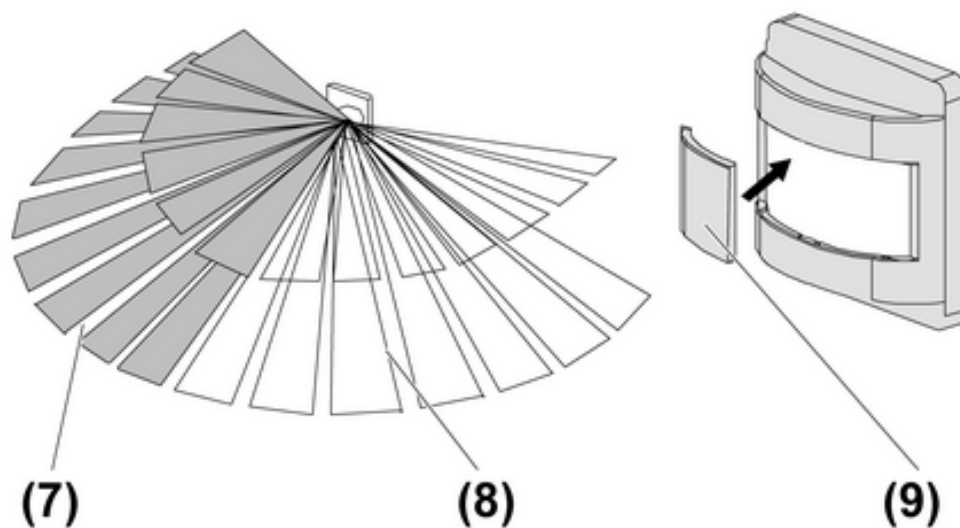

Bild 5: Blende verwenden
Mit der beiliegenden Blende (9) (Bild 5) kann die linke (7) oder die rechte Hälfte (8) des Erfassungsfeldes, je 90°, ausgeblendet werden.